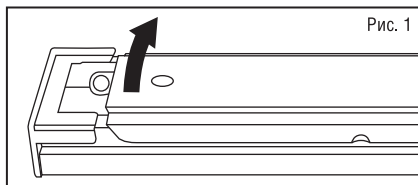

Рис. 1
- Снимите крышку с основания светильника, как показано на рис. 1.